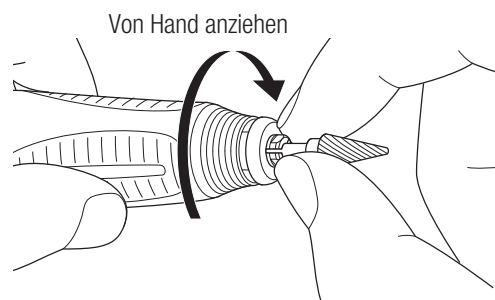

Abb. 10
- 3) Drehen Sie das Spannfutter von Hand bis zum Anschlag im Uhrzeigersinn (Abb. 10). Schließen Sie dann den Spannzangenmechanismus, um den Fräser sicher zu befestigen.